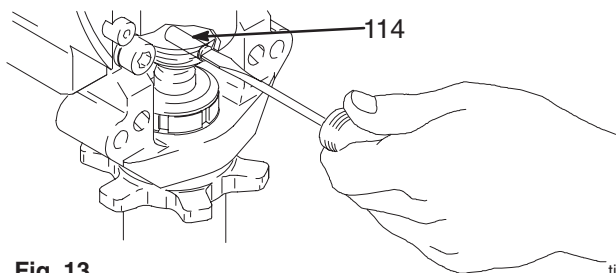

Fig. 13
3. Fig. 13. Utilice un destornillador para extraer el muelle de retención y el pasador.
2. Fig. 13. Introduzca el pasador (21) en el orificio e introduzca el muelle de retención en la ranura hasta que rodee completamente la varilla de conexión.